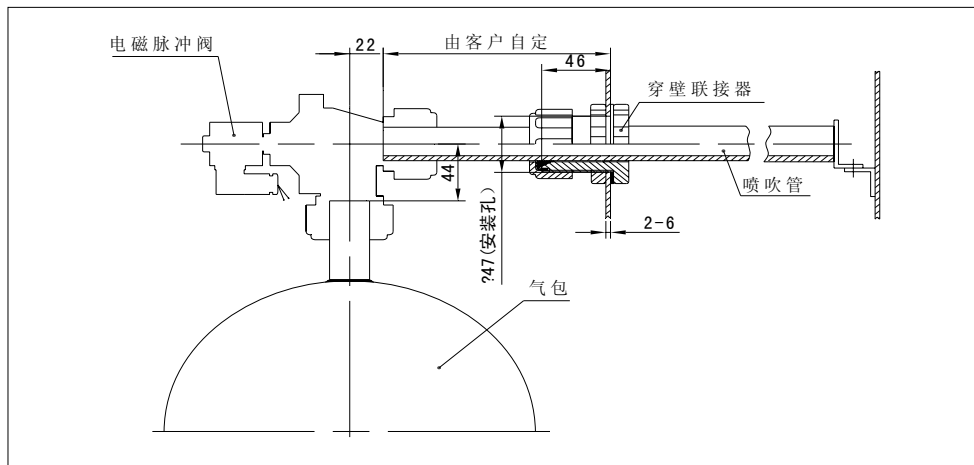

图 5 DMF-ZM-20型电磁脉冲阀与穿壁联接器 (FAP-A-1) 安装图
2. 电磁脉冲阀的输出端与除尘器的喷吹管相联接。如采用专用的穿壁联接器，不需焊接就能使相关的零部件可靠联接，拆卸也很方便，见图 5、6、7、8、9、10 所示。（FAP-A-1 联接器适用于多孔板以下更换滤袋的除尘器。FAP-A-2 联接器适用于在多孔板以上更换滤袋的除尘器）